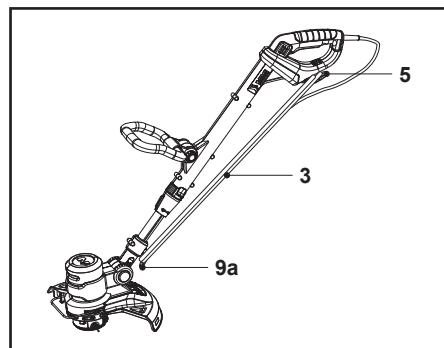

Fig. 28
5. Enrole o cabo de alimentação (3) nos dois recipientes de cabos (5, 9a) e fixe-o com um grampo de cabo adequado (Fig. 28).